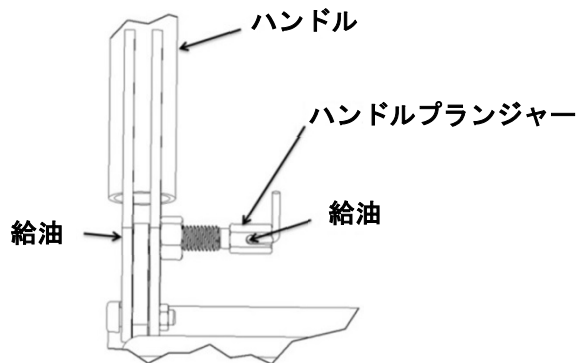

図 48. ハンドルプランジャーの詳細
2. ハンドルプランジャーの摺動面に潤滑剤を塗布する。(図48参照)